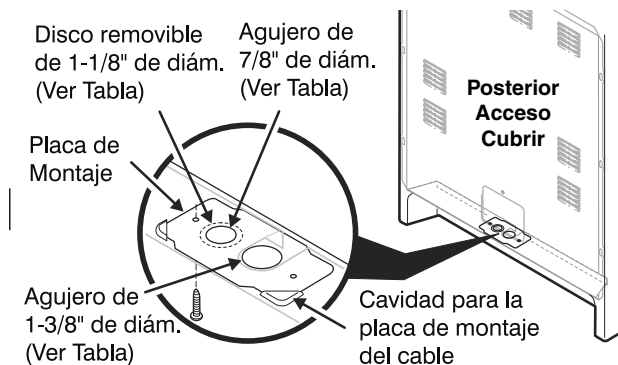

Fig. 9
Se debe retirar la cubierta de acceso trasera (Fig. 9). Para retirar, afloje el tornillo central (un tornillo) y retire la cubierta de acceso. Así se puede tener acceso al tablero de bornes.
NOTA: El rango se envía de fábrica con orificio de 1-3 / 8 "de diámetro, como se muestra. Para usar 7/8" de diámetro. orificios o orificios de 1-1 / 8 "de diámetro se refieren a la Fig. 9.
5. (Conexiones permanentes trifilares y tetrafilares) Asegúrese de que todas las tuercas estén firmemente apretadas y vuelva a colocar la cubierta de acceso trasera (Ver Fig. 9).